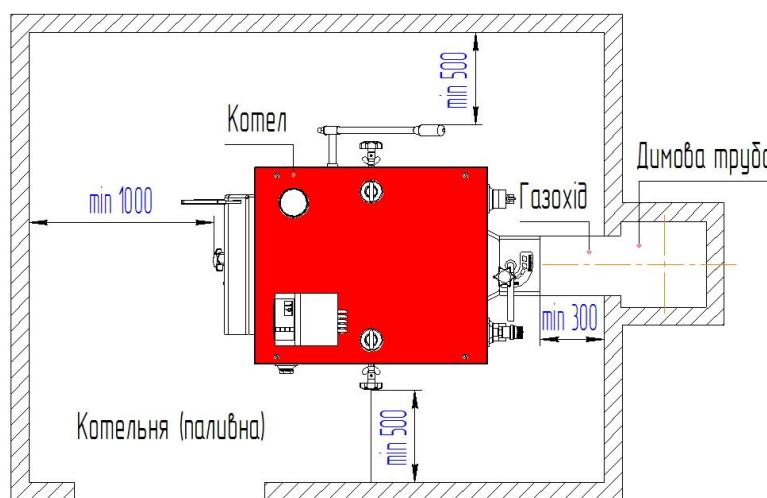

Рис.4 Схема встановлення котла в котельній (паливній)
- в котлах моделі «Ретра-5М» за допомогою регулятора тяги (див Рис.4);
6.3.2.2 Котел постачається в зібраному вигляді і не потребує спеціального фундаменту, однак необхідно встановити його на рівну горизонтальну поверхню з негорючих матеріалів. Під час встановлення котла необхідно забезпечити доступ до нього таким чином, щоб стіни котельної (паливної) не заважали завантаженню палива, чистці топки котла, а також доступу до вентилятора (див Рис.4).